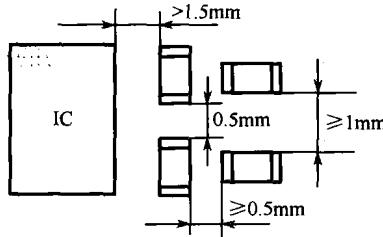

图 1-6 片状电阻的间距要求
(1) 片状电阻的阻值可以采用 0402 最小尺寸的电阻以求得印制板最小尺寸,但要注意电阻之间的距离要满足图 1-6 所示的要求,或根据 SMT 设备的拾放头的要求来确定。